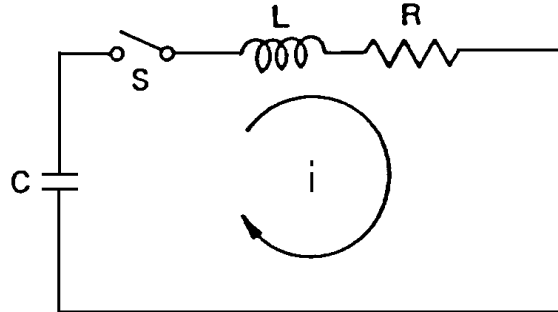
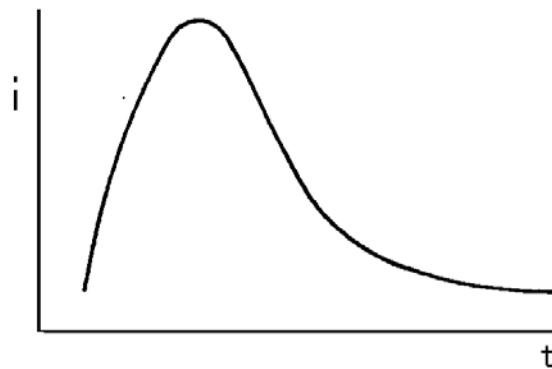

図 24
図 25
1. 本器の RLC 回路は、図 24 のようになっています。
2. 図 24 の回路で横軸を時間、縦軸を  $i$  とすればその過渡現象による波形は、図 25 のようになります。